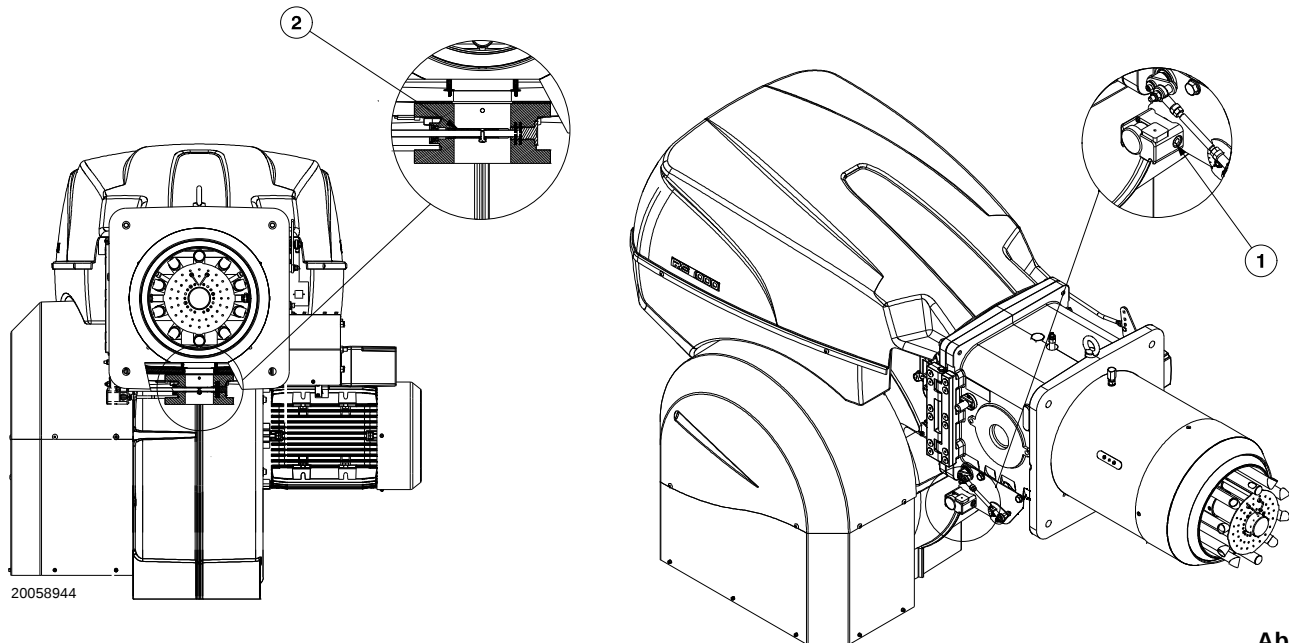

Abb. 22
Gasdruck, an der Entnahmestelle 1)(Abb. 22) gemessen mit:
Strömungsverlust Gasdrossel 2)(Abb. 22) bei maximaler Öffnung: 90°.
- Ziehen Sie vom Gasdruck am Anschluss 1)(Abb. 22) den Druck in der Brennkammer ab.
Gasdruck an der Entnahmestelle 1) (Abb. 22) = 41,9 mbar
Um stattdessen den an der Entnahmestelle 1) notwendigen Gasdruck zu ermitteln (Abb. 22), nachdem die höchste Modulationsleistung festgelegt wurde, bei der der Brenner arbeiten soll:
- Lesen Sie rechts, in Spalte 1, den Druck an der Entnahmestelle 1)(Abb. 22) ab.
An der Entnahmestelle 1)(Abb. 22) erforderlicher Druck.